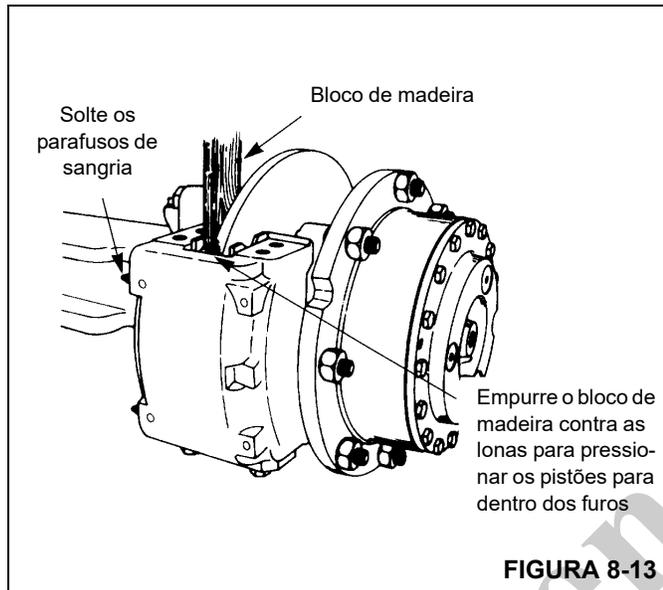

FIGURA 8-13
- Use um pedaço de madeira apoiado nas lonas como uma alavanca para empurrar os pistões completamente para dentro da carcaça. Aperte os parafusos de sangria (Figura 8-13).